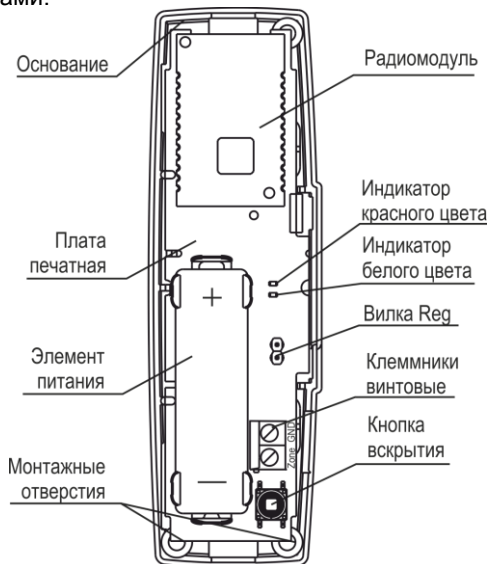

Рисунок 2
4.1 Конструктивно извещатель выполнен в виде блока, состоящего из основания и съемной крышки (рисунок 2). Крышка снята. Элемент питания установлен.